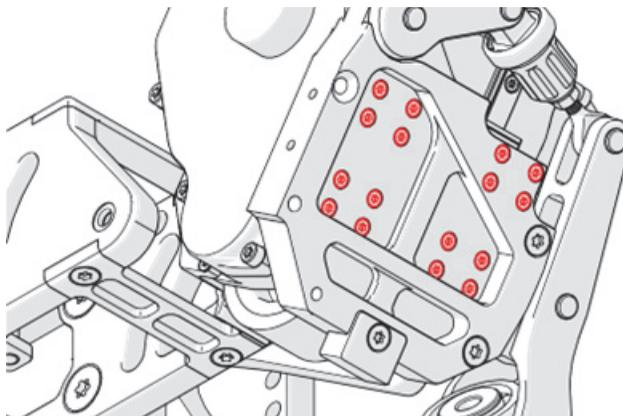

Figure 2-31 Retrait des 16 vis
11. À l'aide d'un tournevis Torx T-10, retirez du chariot les 16 vis montrées sur la Figure 2-31 à la page 112.